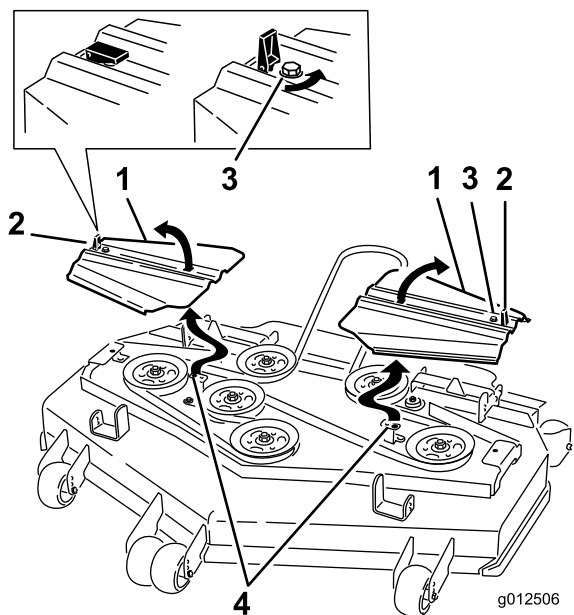

Figura 62
12. Instale las cubiertas de la correa introduciendo las pestañas en las ranuras. Coloque los tornillos y fije los cierres (Figura 62).